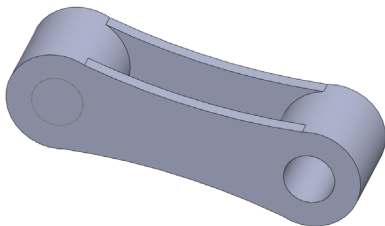

图 10-47 打开素材模型
(1) 单击常用工具栏中的【打开】按钮, 打开一幅素材模型, 如图 10-47 所示。